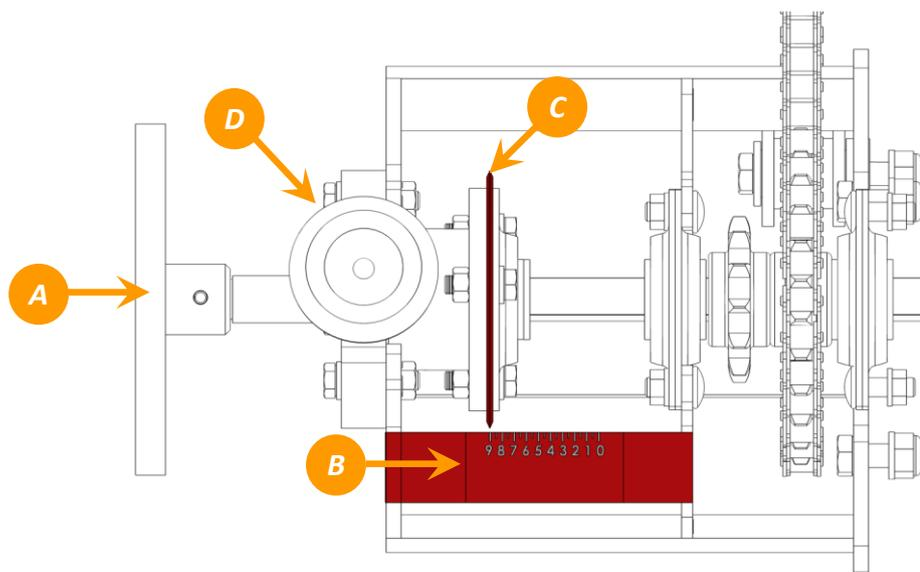

Figura 11 – Câmbio da taxa de sementes
Se a quantidade de sementes não foi a desejada, gire o volante (A) (figura 11) para outra posição da escala (B) observando a posição do disco (C), para mais ou para menos e repita novamente a operação. Ao encontrar a posição desejada, trave o sistema através do manípulo (D).